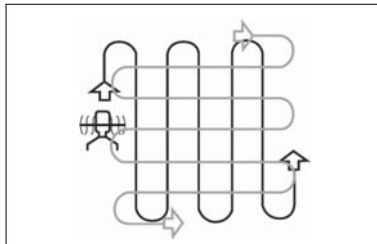

Fig. 13
6. Labourez en rangées qui se chevauchent légèrement. La technique de labourage des sols la plus efficace est de monter et descendre l'appareil en lignes verticales, puis de passer l'appareil en lignes horizontales de gauche à droite (Fig. 13). Cela permet de garder les lignes en elles-mêmes et garantit que tout le terrain est labouré sans exception.